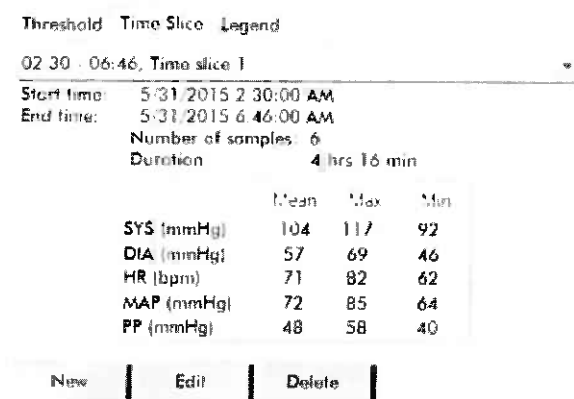

Figura 16: Grafico Dati pressione arteriosa ambulatoriale, scheda Sezione di tempo
1. Aprire uno studio nella scheda **Dati pressione arteriosa ambulatoriale**. All'interno della scheda **Grafico complessivo**, portarsi sulla scheda **Sezione di tempo** situata sulla destra della vista grafico. (Figura 16).
1. Aprire uno studio PA ambulatoriale e fare clic sulla scheda **Sezione di tempo** (Figura 16).